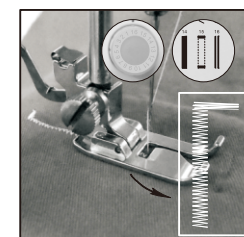

Fig.16
- (3) Välj stygn #16, sväng om knappen och sy på tyget en passlig längd, stäng sedan av knappen. Försök sy rakt (fig.16).